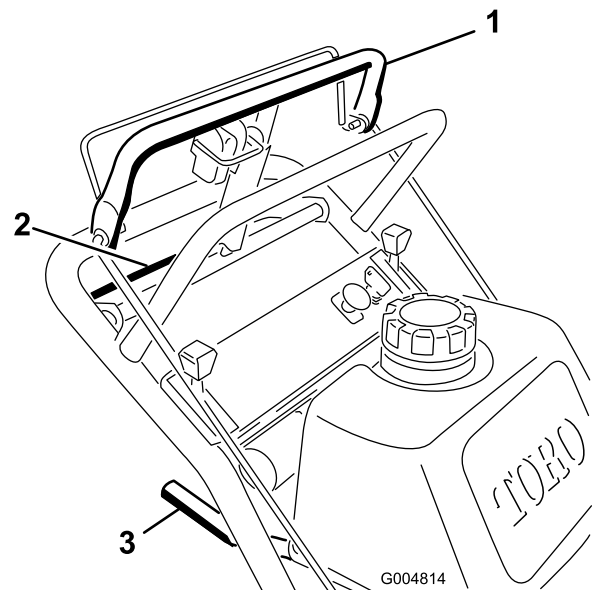

Figura 18
1. Para ir hacia adelante, mueva la palanca de cambio a una marcha hacia adelante (Figura 18).
3. Presione lentamente la barra de control superior para ir hacia adelante (Figura 18).
Para ir en línea recta, aplique la misma presión a ambos extremos de la barra de control superior (Figura 18).
Para girar, libere la barra de control superior en el sentido en que desea girar (Figura 18).
3. Apriete lentamente la barra de control inferior y el manillar para ir hacia atrás (Figura 18).
7. Al mismo tiempo, engrane la barra de control inferior y levante el manillar inferior para conducir la máquina por el bordillo (Figura 18 y Figura 19).
4. Al mismo tiempo, engrane la barra de control inferior y levante el manillar inferior (Figura 18 y Figura 19).